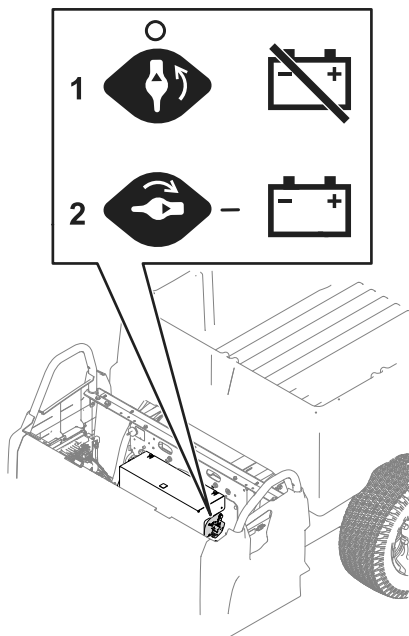

Bild 44
3. Bringen Sie den Akkutrennschalter in die gewünschte Position, wie in Bild 44 dargestellt.